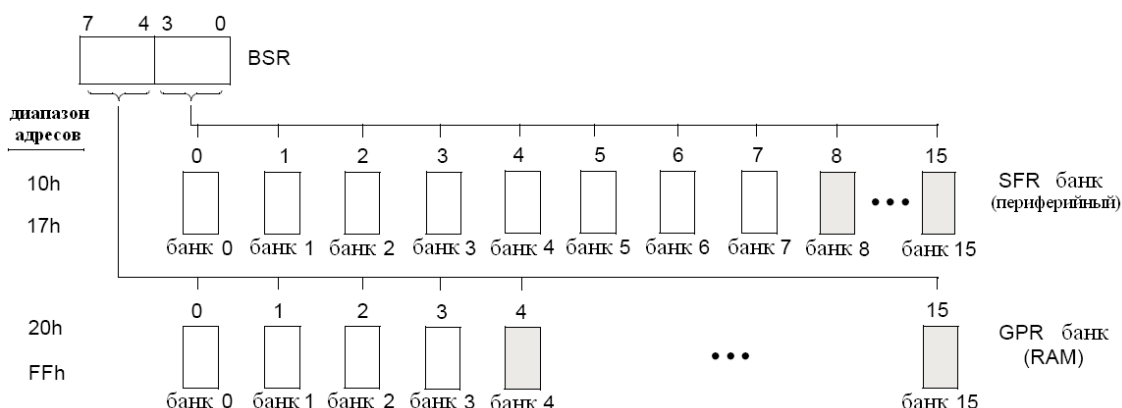

**Рис. 20** Функционирование счетчика команд (слева) и счетчик команд при выполнении инструкций CALL и GOTO (справа)
**Рис. 20** показывает функционирование счетчика команд в различных ситуациях.